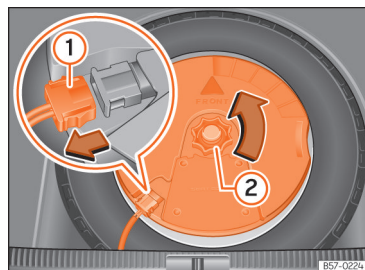

Fig. 238 Na bagageira: desmontar o subwoofer.
- Desligue o cabo do altifalante subwoofer »» **Fig. 238 ①.**
- Rode a rodinha de fixação no sentido contrário ao dos ponteiros do relógio »» **Fig. 238 ②.**